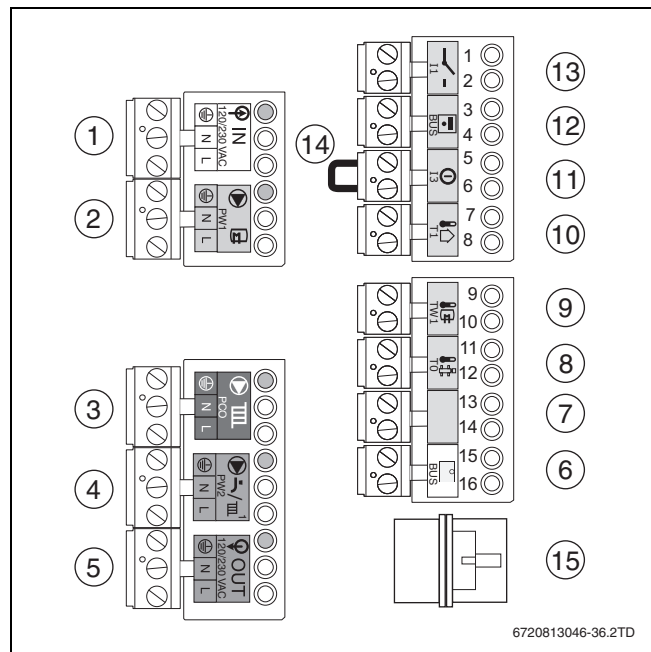

Рис. 24 Клеммные колодки
- ▶ Подключите регулятор комнатной температуры вкл/выкл к клемме  **I1** (→ рис. 24, [13]) (дополнительное оборудование).
- ▶ Подключите регулятор к клеммам  **BUS** (→ рис. 24, [6]). Используйте для этого 2-жильный провод сечением 0,4 - 0,75 мм2.
- ▶ Удалите перемычку (→ рис. 24, [14]) на клеммах .
- ▶ Подключите датчик наружной температуры к синим клеммам  **T1** (→ рис. 24, [10]).
- ▶ Подключите датчик температуры бака-водонагревателя к клеммам  **TW1** (→ рис. 24, [9]).
- ▶ Подключите насос отопительного контура к клеммам PCO (→ рис. 24, [3]).
- ▶ Подключите циркуляционный насос к клеммам PW2 (→ рис. 24, [4]).
- ▶ Подключите загрузочный насос бака-водонагревателя / отдельный 3-ходовой-клапан 230 В к клеммам PW1 (→ рис. 24, [2]).
- ▶ Подключите отдельный 3-ходовой-клапан к клеммам PW1 (→ рис. 24, [2]).